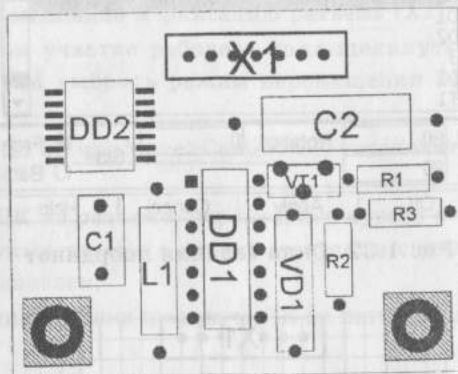

Рис. 1.35. Результат авторазмещения ЭРЭ
- командой AutoPlace>InitPlace Small Components>ALL>OK разместить остальные ЭРЭ (рис. 1.35).